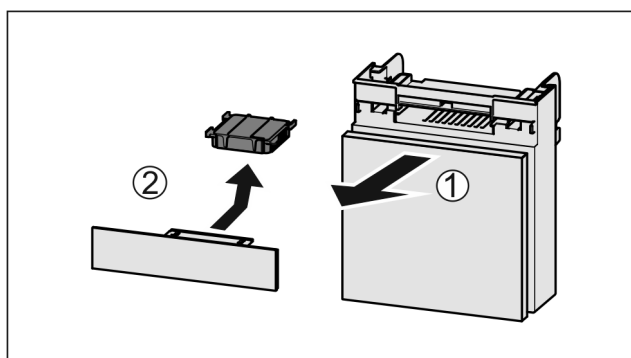

Fig. 56
- ▶ Extrageți Fig. 56 (1) compartimentul către înainte.
- ▶ Scoateți Fig. 56 (2) filtrul de cărbune activ.